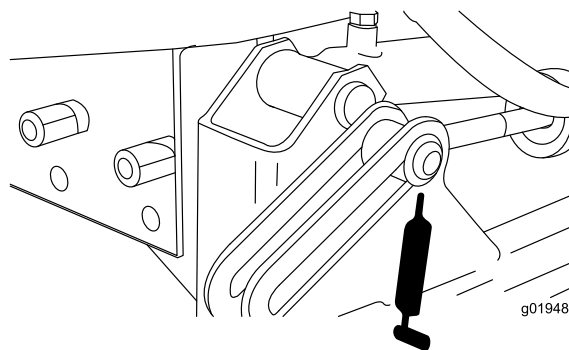
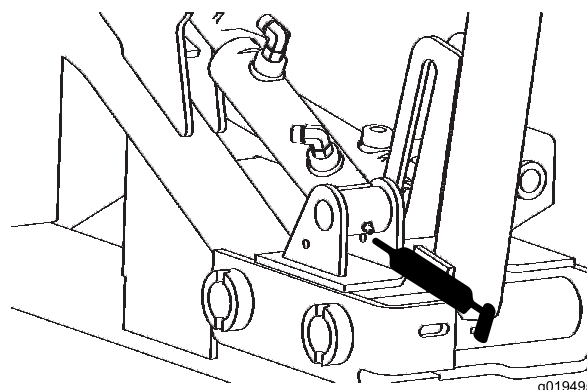

Figure 46
Figure 47
- Vérins de levage avant (3) (Figure 46 et Figure 47).